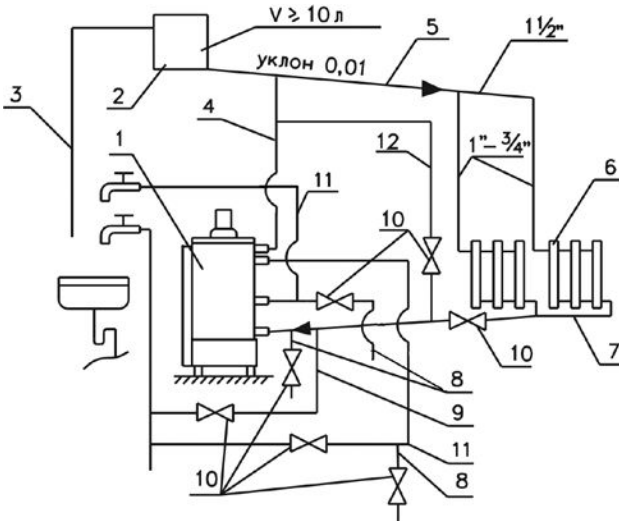

Рис.6 Схема системы отопления и горячего водоснабжения.
6.13. Заполните систему отопления водой. Контроль заполнения системы отопления осуществляется по трубе сигнальной 3 (Рис.6). Категорически запрещается установка запорной арматуры на стояке, идущем от аппарата. В целях исключения нарушения прочности и плотности аппарата при заполнении и подпитке системы отопления не допускать превышения давления перед аппаратом более 150 кПа (1,5 кг/см²).
6.22. При длительном отборе горячей воды рекомендуем: для повышения температуры и объема горячей воды предварительно установить ручку управления 1 (Рис.2) на температуру $80^{\circ}\text{C} \div 85^{\circ}\text{C}$ и закрыть вентиль 10 (Рис.6) на магистрали обратной воды 7 в системе отопления. После окончания забора горячей воды открыть вентиль 10 на магистрали обратной воды 7 для восстановления циркуляции воды в системе отопления и установить ручку управления 1 (Рис.2) на требуемую температуру.
6.23. На летний период закрыть вентиль 10 (Рис.6) на магистрали обратной воды 7 и открыть вентиль 10 на магистрали 12. На осенне-зимний период вентиль 10 на магистрали 12 закрыть, а вентиль 10 на магистрали 7 открыть.
8.4. В случае прекращения работы аппарата в зимнее время на продолжительный срок (свыше суток) полностью слейте воду из системы отопления и системы горячего водоснабжения через вентили 10 сливных магистралей 8 (Рис.6) во избежание ее замерзания.